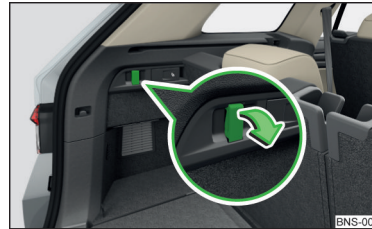

Abb. 147 Haken herunterklappen
- Zum **Gebrauch** den Haken in Pfeilrichtung herunterklappen » Abb. 147.